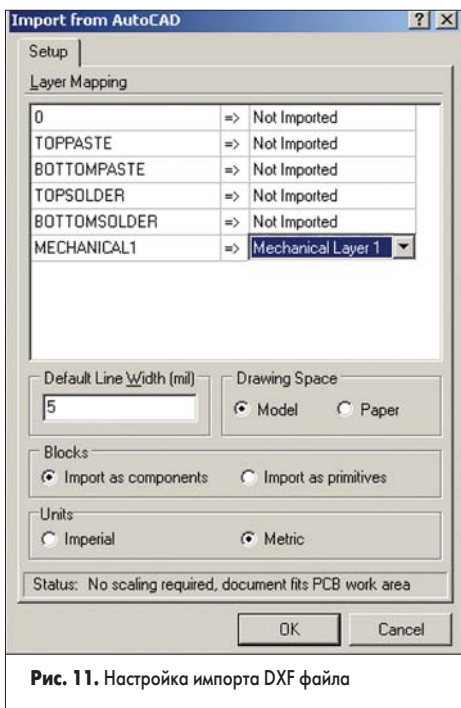

Рис. 11. Настройка импорта DXF файла
3. В выпадающем списке Тип Файла выберем строку AutoCAD (*.DXF; *.DWG), выберем нужный файл и нажмем кнопку Открыть. На экране появится диалоговое окно Import from AutoCAD (рис. 11). Сначала настроим таблицу импорта слоев (маппинг). В импортируемом чертеже рисунок форматки находится на слое MECHANICAL1, и нам надо, чтобы его содержимое было загружено на слой Mechanical Layer 1 заготовки печатной платы. Содержимое остальных слоев можно игнорировать.